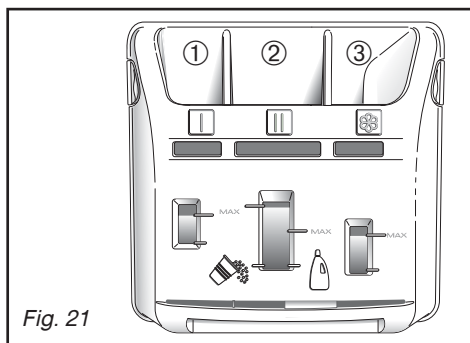

Fig. 21
• UTILISATION DE LA BOÎTE À PRODUITS CLASSIQUE (Fig. 21)